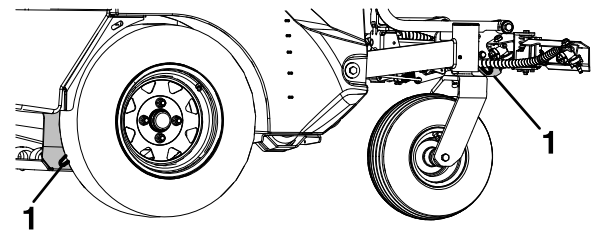

Figure 40
- Arrimez solidement la machine sur la remorque ou le camion à l'aide de sangles, chaînes, câbles ou cordes. Lorsque vous arrimez l'avant de la machine, utilisez uniquement les points d'attache situés aux emplacements indiqués à la Figure 40. Si possible, dirigez les sangles avant et arrière vers le bas et l'extérieur de la machine. L'utilisation d'autres emplacements risque d'endommager la machine et/ou l'accessoire.